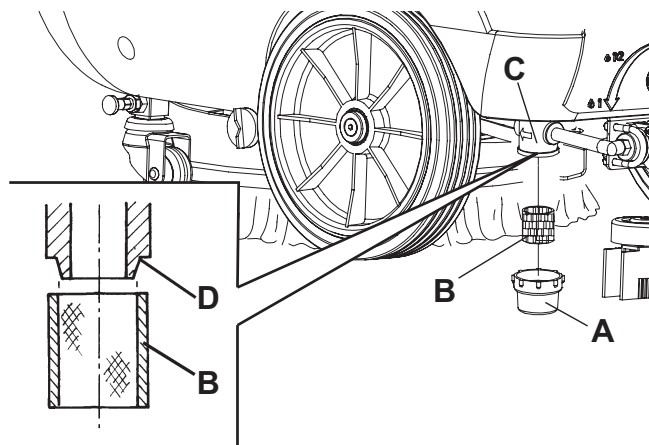

Abbildung 8
1. Den Reinigungslösungstank (32), wie es im entsprechenden Abschnitt beschrieben ist, entleeren.
4. Den durchsichtigen Deckel (A, Abb. 8) entfernen, dann das kleine Filtriernetz (B) entfernen. Sie reinigen und in den Halter (C) anbringen.